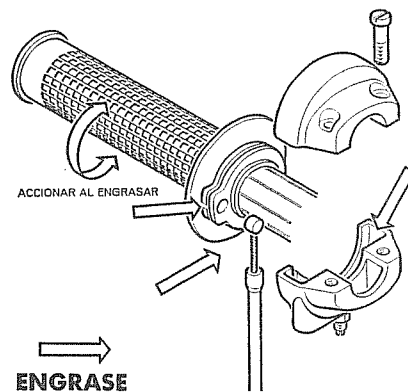

Fig. 33. — Puño de gas: Engrase y cambio del cable-funda.
- Montar el terminal superior en el puño de gas y engrasar (fig. 33).